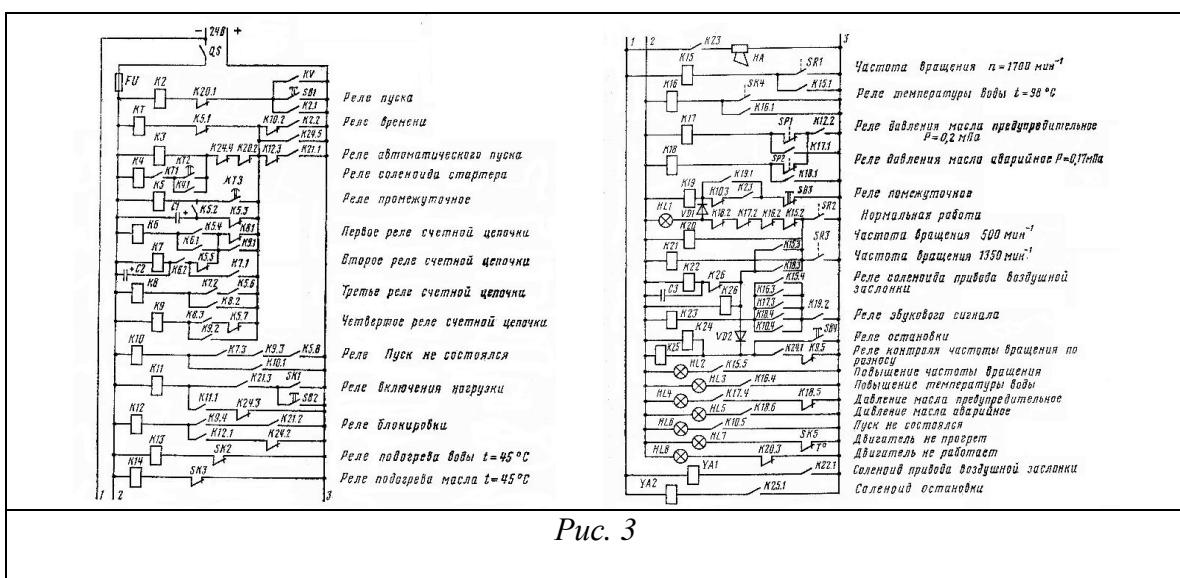

Рис. 3
3. Указать элементы электрической принципиальной схемы управления ДГА -50 со стартерным пуском (рис.3). Объяснить порядок работы схемы в штатных и аварийных ситуациях